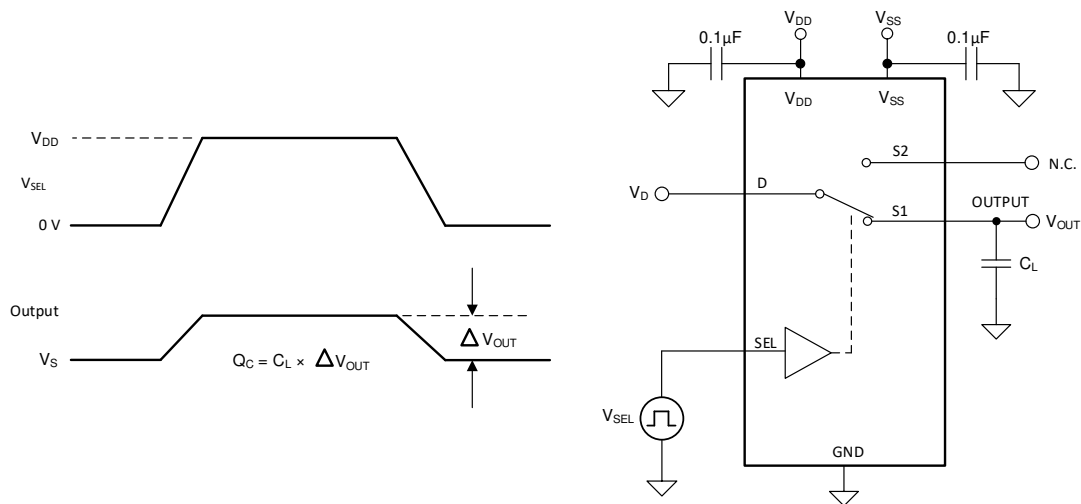

图 6-6. 电荷注入测量设置
SN4599-Q1 具有传输门拓扑。NMOS 和 PMOS 晶体管之间电容的任何不匹配都会导致在栅极信号的下降沿或上升沿期间向漏极或源极注入电荷。注入器件源极或漏极的电荷量称为电荷注入，用符号 Q_C 表示。图 6-6 展示了用于测量从漏极 (D) 到源极 (Sx) 的电荷注入的设置。